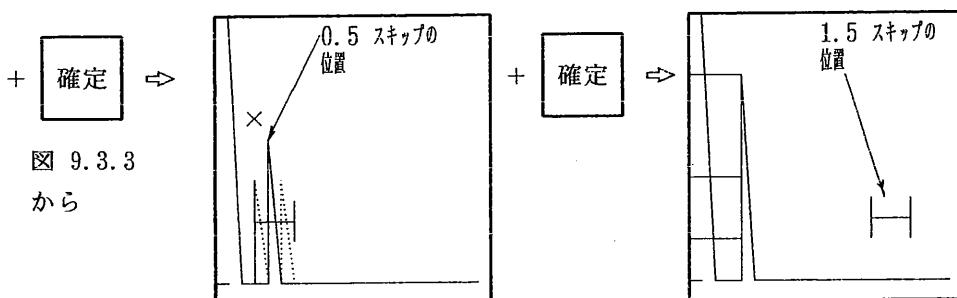

図 9.3.4-1 0.5 スキップまでのLMH線の作成と1.5 スキップの指示
④選択キー [F 2] を1回押します。続いて確定キーを1回押します。この操作を行うと、表示器の探傷图形中に初期ステップに相当する位置（ここで説明では標準試験片 STB-A2 の $\phi 4 \times 4$ を使用しているので、0.5 スキップ点に相当する位置となる。図 9.3.4-1 参照）にゲートマーカーが現れると共に、メニューエリアには、図 3.3.3 に示すように [F 1 終了] のメニューが表示されます。
⑤ $\phi 4 \times 4$ 反射源のエコーがゲートマーカ内に現れ、そのエコーの高さが最も高くなるように探触子を走査します。ゲート内の最も高いエコーのピークに [×] が追従します。最もエコーの高さが高くなった点で探触子を固定し確定キーを1回押します。この操作によって、このエコーの高さは自動的に縦軸目盛の80%に設定されると共に、時間軸の [0] 点から、入力された0.5 スキップまでのLMH線が図9.3.4-1の示したように描かれます。